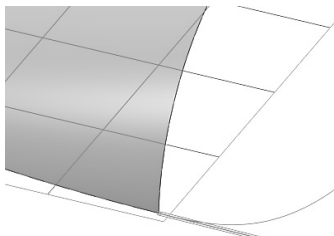

图 7-109 曲面曲率曲线
⑫ 曲面曲率：端点设置为曲面曲率约束的曲线，曲线与曲面边界连接呈曲率状态，如图 7-109 所示。